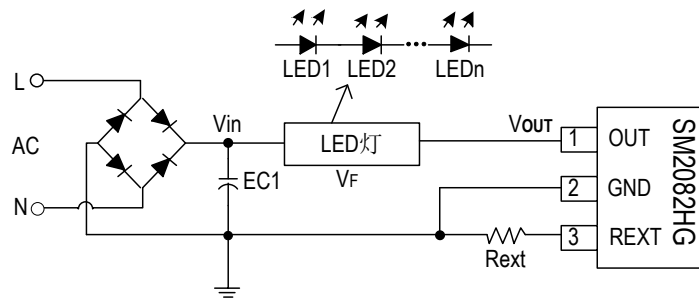

图 3. SM2082HG 无频闪应用电路原理图
- 1) 图 3 电路中， V_{in} ：线网电压， V_F ：灯珠电压， V_{out} ：芯片 OUT 端口电压，为保证系统无频闪，需满足：